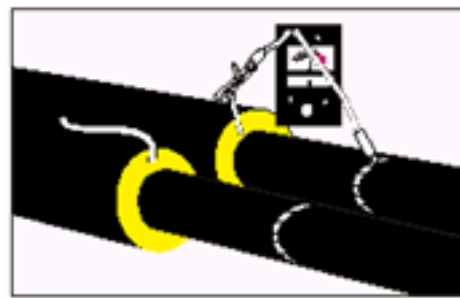

рис.8
3.3.2 Контроль стану теплоізоляції труби та якості монтажу проводів СДКМ на попередньому з'єднанні (рис.8):
- 1) один зі щупів вимірюючого приладу приєднати до одного з проводів СДКМ, а другий приєднати до відповідної йому труби (рис.8);